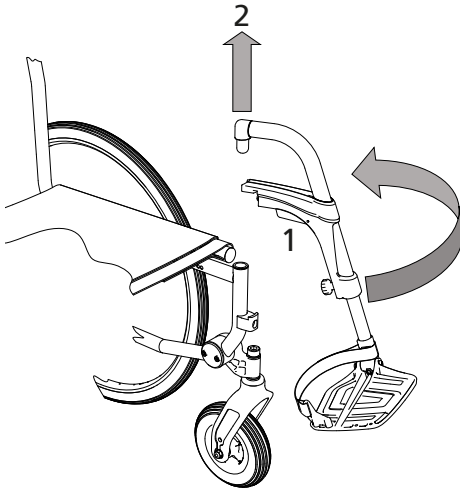

Abb.20
1. Betätigen Sie die Arretierung in rot/orange (1, Abb.20) und schwenken Sie die Beinstütze nach außen.
2. Nun können Sie die Beinstütze nach oben abziehen. (2, Abb. 20).